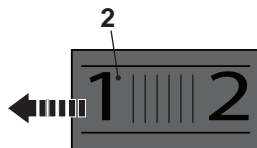

Fig. 11
1. Limitar a velocidade máxima através da marcação rápida (2).
2. Rode o mostrador de velocidade (2) para a esquerda (como visto da posição dos operadores) para aumentar a velocidade máxima (Fig. 11). Uma configuração mais elevada é adequada para lixar com rolos de lixa de grão fino para obter um acabamento fino.